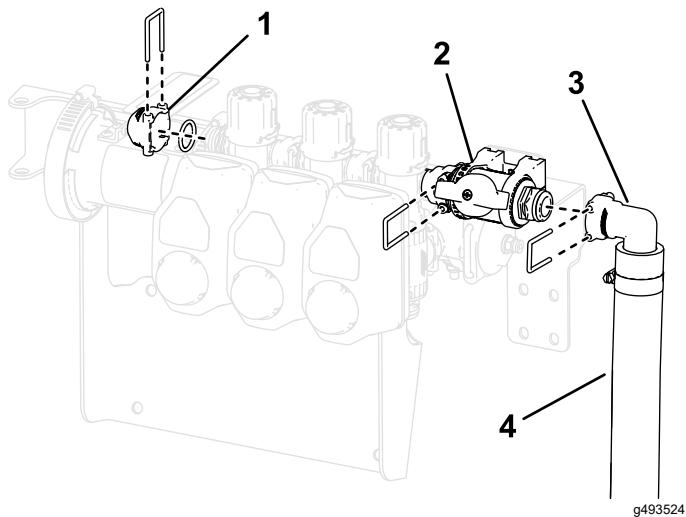

Bild 29
7. Befestigen Sie die Regelventilbaugruppe mit dem zuvor entfernten O-Ring und Arretierbügel am Auslegerventil, wie in **Bild 29** dargestellt.
8. Montieren Sie die Kappe ($\frac{1}{2}$ "), die O-Ringe, das Anschlussstück und den Schlauch auf das Regelventil, indem Sie die zuvor entfernten Arretierbügel verwenden, wie in **Bild 29** dargestellt.